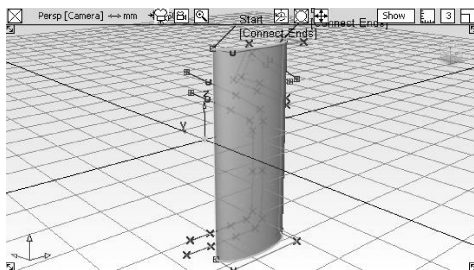

图 4-102 创建放样曲面
- 30 选择【Skin】工具，在透视窗中，依次单击选取上下两条曲线，形成放样曲面。进行着色显示，如图 4-102 所示。